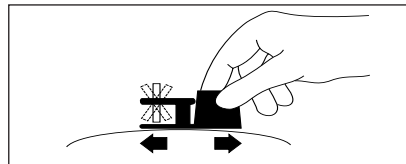

РИС. 7
- Следуя направлению стрелки на устройстве, медленно перемещайте основание устройства MAGNA-FINDER™ туда и обратно по тканевой поверхности, как показано на Рис. 7. Магнит устройства MAGNA-FINDER™ покажет положение инъекционного гнезда в одной плоскости.